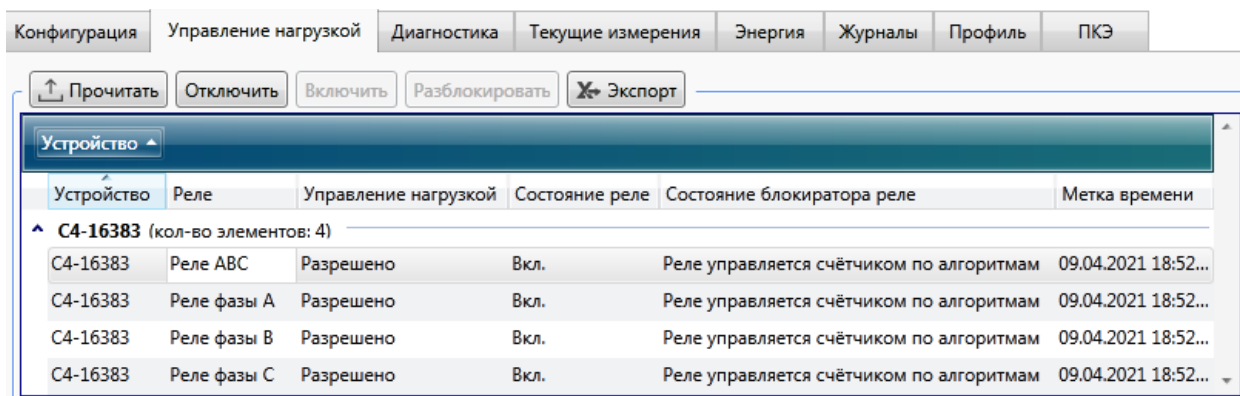

Рисунок 9.57 – Управление реле
9.6.10.3 Для просмотра состояния реле выбрать *Реле фазы А (В, С* или по трем фазам *Реле ABC*) и нажать кнопку *Прочитать* (рисунок 9.57), при этом в столбце *Состояние реле* отобразится состояние реле, которое может принимать одно из следующих значений:
9.6.10.5 Для управления реле выбрать в конфигураторе *Реле фазы А (В, С* или по трем фазам *Реле ABC*) и нажать кнопку *Отключить (Включить/Разблокировать)* (рисунок 9.57).